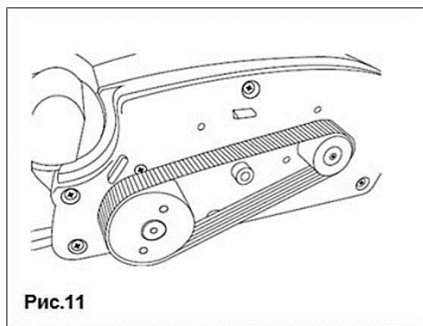

Рис.11
- Відгвинтіть кріпильні гвинти і зніміть кришку ремінної передачі. (Рис.11)